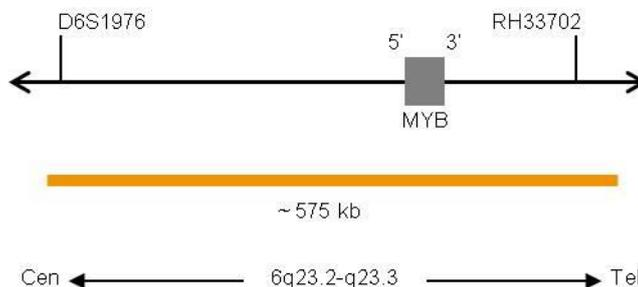

Fig. 1: SPEC MYB Mapa de la sonda (no está a escala)
- Polinucleótidos marcados en naranja (excitación a 547 nm/emisión a 572 nm) ZyOrange (~4,5 ng/μl), dirigidos a secuencias localizadas en 6q23.2-q23.3\* (chr6:135,141,227-135,715,246) que albergan la región del gen MYB (ver Fig. 1).